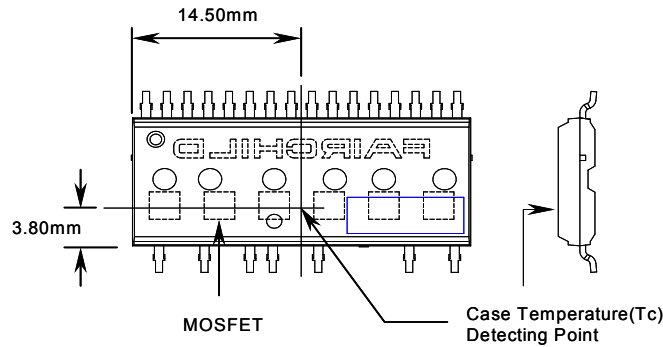

图 3. 壳体温度测量
3. 每个低端 MOSFET 的源极端子与 Motion SPM® 5 中的电源接地或偏压接地不连接。外部连接应当如图 3 所示。